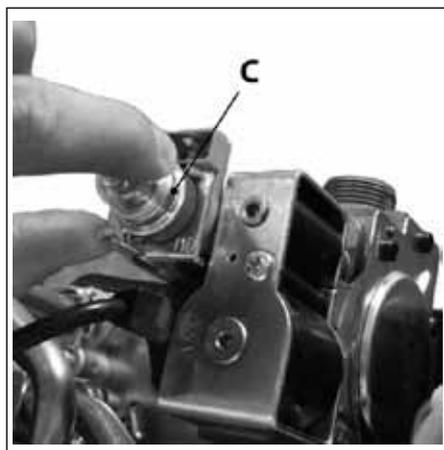

Fig. 36 Bobina modulazione valvola gas
- Rimuovere il coperchio in plastica **C** (vedi Fig. 36 Bobina modulazione valvola gas) posto alla sommità della bobina del modulatore, che protegge le viti di regolazione del regolatore di pressione.